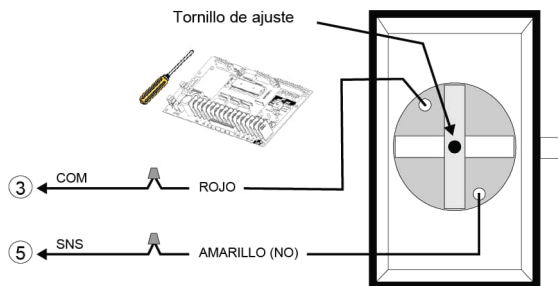
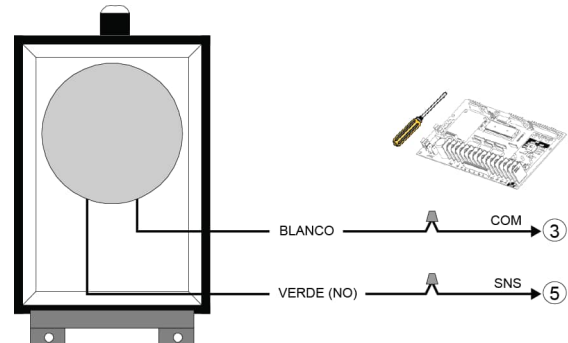

Figura 36 - AIRSWITCH 001 / 007
Figura 37 - AIRSWITCH 009 / 018
3. Utilizar un cable en espiral o carrete de recogida para conectar el interruptor de aire a los terminales del operador. Instalar los cables eléctricos de acuerdo con la Figura 36 o la Figura 37.